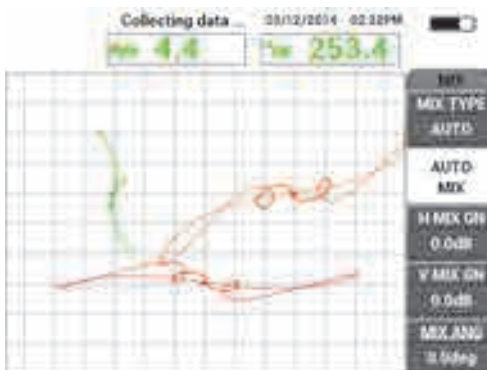

Рис. 5-142 Сканирование опорного кольца с функцией AUTO MIX (АвтоМикш.)
9. Нажмите клавишу GAIN (**dB**) четыре раза и настройте H/V GAIN 2 так, чтобы сигнал частоты 2 опорного кольца растянулся на экране на приблизительно 10 делений по горизонтали (см. Рис. 5-142 на стр. 233).
NORTEC 600 записывает 5 секунд сигнала опорного кольца и автоматически выполняет микширование сигнала (см. Рис. 5-142 на стр. 233).